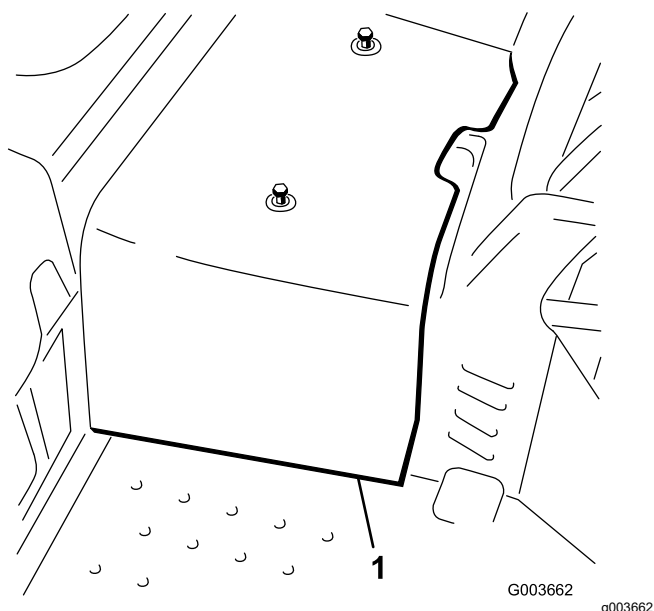

Figura 3
8. Desencaixe e remova o resguardo central da estrutura (Figura 3).